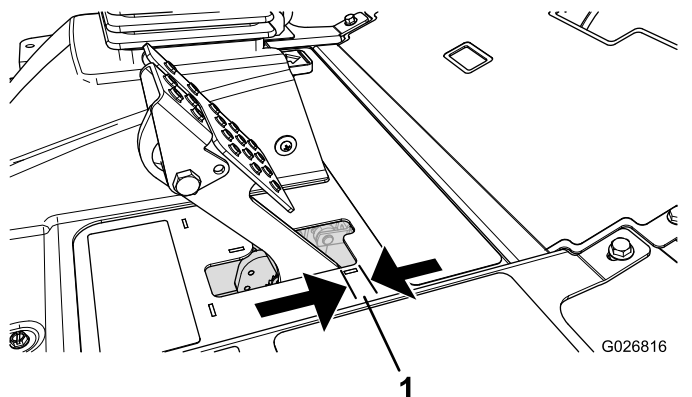

Figura 86
Ajuste os travões se o pedal do travão apresentar uma folga superior a 2,5 cm ou quando os travões não funcionarem de forma eficaz (Figura 86). Folga é a distância percorrida pelo pedal antes de se verificar qualquer resistência ao movimento.
2. Aperte a porca traseira para deslocar o cabo para trás até que os pedais dos travões apresentem uma folga de 0,63 a 1,27 cm antes de alcançar o bloqueio (Figura 86).